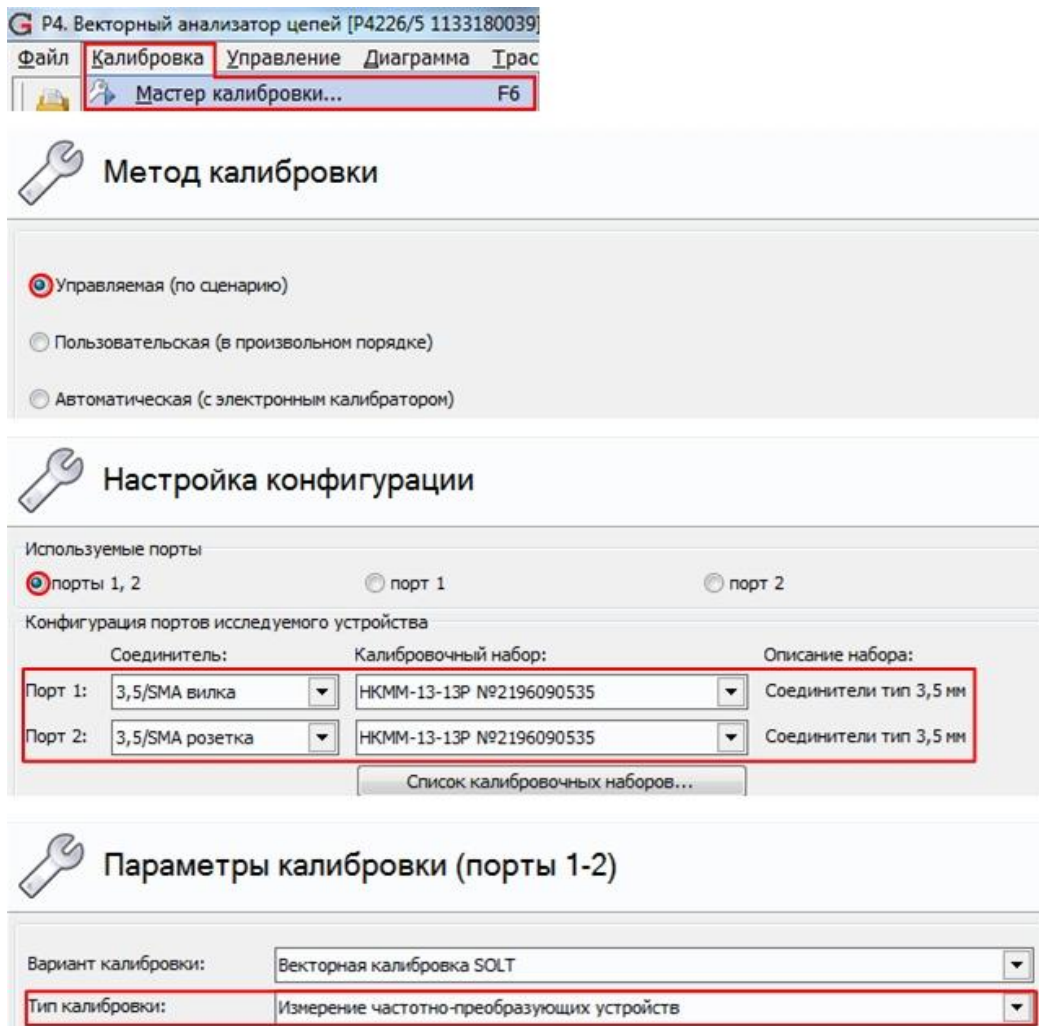

Рис. 34. Настройка мастера калибровки для измерения смесителя «MD616»
7. Выбрать в главном меню *Калибровка* -> *Мастер калибровки*. Настроить мастер калибровки, рис. 34;